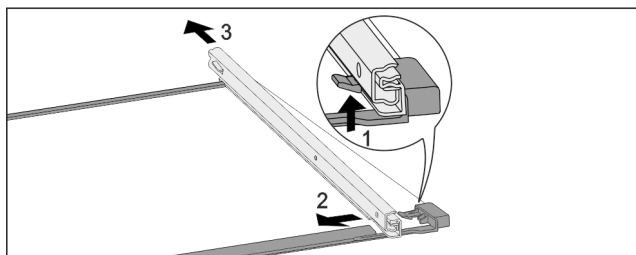

Fig. 133 Стеклаянная пластина с направляющими
- ▶ Отожмите передний стопорный крючок вверх. Fig. 133 (1)
- ▶ Сдвиньте выдвижную направляющую в сторону Fig. 133 (2) и назад Fig. 133 (3).